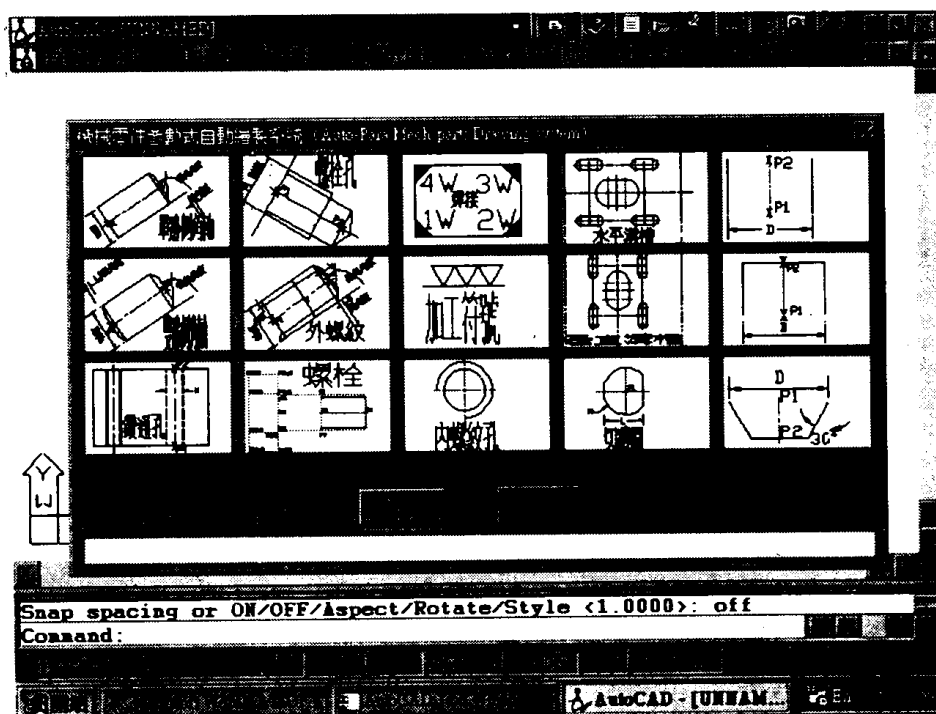

图 0-9
(4) 2D 机械制图, 轮廓自动绘制, 及零件参数式绘制系统: 如图 0-9、0-10 所示。